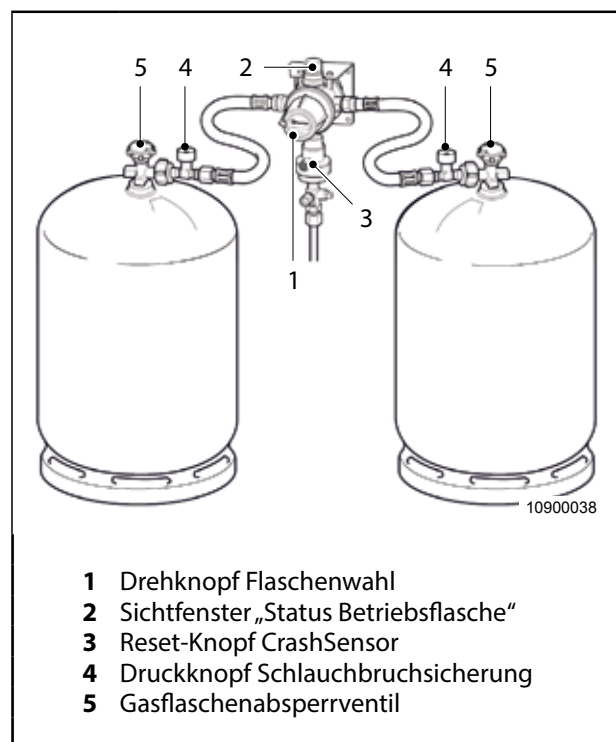
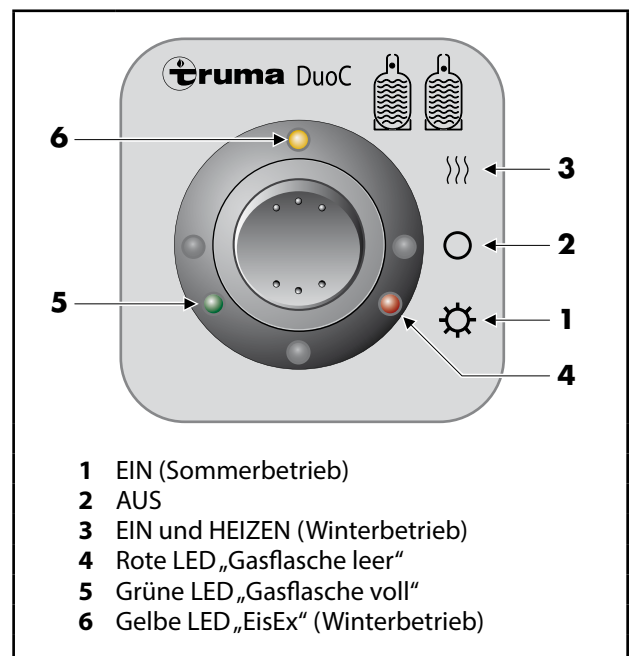

Abb. 48 Truma DuoControl CS
Abb. 49 Fernanzeige DuoC
Mittels Drehknopf Flaschenwahl (Abb. 48, Pos. 1) kann manuell bestimmt werden, welche Gasflasche die Betriebs- bzw. Reserveflasche ist.
Am Sichtfenster „Status Betriebsflasche“ (Abb. 48, Pos. 2) wird der Status der momentanen Gasentnahme angezeigt:
Die mittels Drehknopf Flaschenwahl (Abb. 48, Pos. 1) festgelegte Betriebsflasche wird zuerst entleert. Ist die Betriebsflasche leer, leuchtet bei eingeschalteter Fernanzeige die rote Kontrolllampe (Abb. 49, Pos. 4) auf und signalisiert die leere Betriebsflasche.
Das Gasdruck-Regelanlage schaltet automatisch auf die Reserveflasche um. Bei eingeschalteter Fernanzeige DuoC (Sonderzubehör) erlischt die rote Kontrolllampe (Abb. 49, Pos. 4) und es leuchtet die grüne Kontrolllampe (Abb. 49, Pos. 5) auf und signalisiert die volle Reserveflasche.
1. Gasflaschenabsperrrventil (Abb. 48, Pos. 5) öffnen.
2. Grüne Taste Schlauchbruchsicherung (Abb. 48, Pos. 4) kräftig drücken.
3. Ggf. – z. B. nach Neueinbau oder versehentlichem Gegenschlagen der Gasflasche an die MonoControl CS – zur Rücksetzung des CrashSensor-Auslöseelements den grünen Resetknopf (Abb. 48, Pos. 3) drücken.
1. Drehknopf Flaschenwahl (Abb. 48, Pos. 1) um 180° in Stellung Reserveflasche drehen und Ventil der leeren Gasflasche schließen. Statusanzeige auf Fernanzeige (Sonderzubehör) wechselt auf grün (Abb. 49, Pos. 5).
4. Ventil der vollen Gasflasche öffnen und Druckknopf Schlauchbruchsicherung (Abb. 48, Pos. 4) drücken. Statusanzeige auf Fernanzeige (Sonderzubehör) bleibt auf grün (Abb. 49, Pos. 5).
5. Nach dem Anschluss, den Drehknopf Flaschenwahl (Abb. 48, Pos. 1) kurzzeitig auf die volle Gasflasche zurückdrehen, um die Gasanlage mit laufenden Verbrauchsgeräten zu entlüften.
Schalter in Stellung EIN (Sommerbetrieb) (Abb. 49, Pos. 1) stellen. Die beiden Leuchtdioden (4 bzw. 5) zeigen den Zustand der Betriebsflasche an:
Grüne LED (Abb. 49, Pos. 5) = Gasflasche voll leuchtet
Rote LED (Abb. 49, Pos. 4) = Gasflasche leer leuchtet
Zum Ausschalten den Schalter in Stellung AUS (Abb. 49, Pos. 2) stellen.
1. Schalter in Stellung EIN und HEIZEN (Winterbetrieb) (Abb. 49, Pos. 3) stellen. Zusätzlich zur Statusanzeige der Betriebsflasche wird das Umschaltventil beheizt und dieses mit der gelben LED EisEx (Winterbetrieb) (Abb. 49, Pos. 6) angezeigt.
2. Zum Ausschalten den Schalter in Stellung AUS (Abb. 49, Pos. 2) stellen.